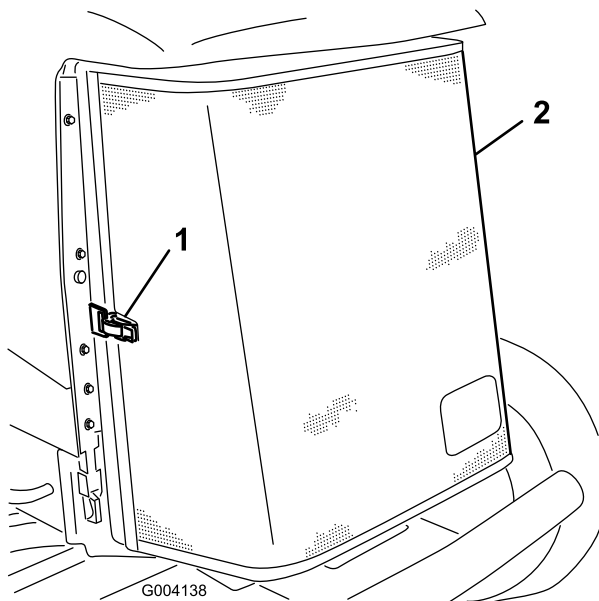

Figura 64
3. Sbloccate il morsetto e aprite la griglia posteriore (Figura 64).